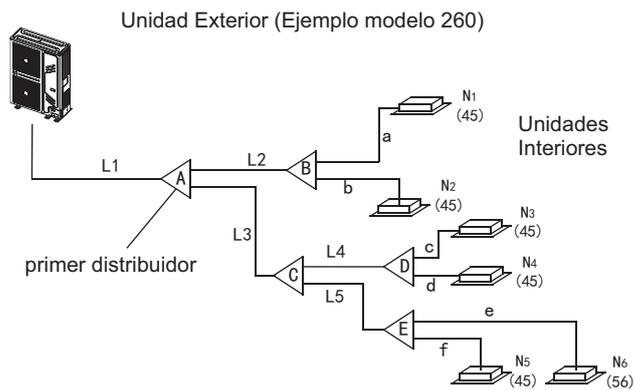

Fig. 4-5
- 2) Ejemplo: En la Fig.4-5, la capacidad total aguas abajo de la tubería L2 es de  $45 \times 2 = 90$ , por lo que según la Tabla 4.4, el diámetro de gas / líquido de L2 será:  $\Phi 15.9 (5/8") / \Phi 9.5 (3/8")$ .